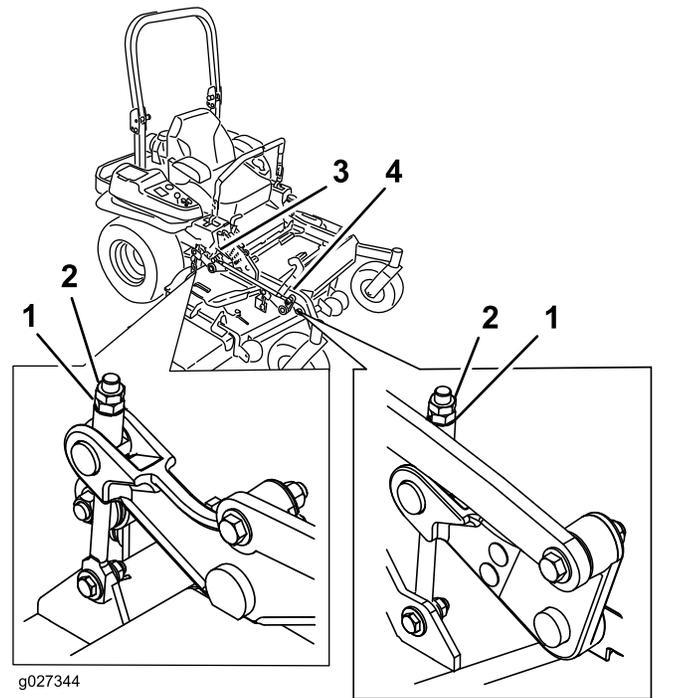

Figure 92
10. Ajustez précisément le serrage de l'écrou de réglage sur l'ensemble de levage du tablier avant (Figure 92).
16. Ajustez précisément la vis de réglage en la tournant jusqu'à obtention d'une hauteur de 8,3 mm (3,25 po) (Figure 92).